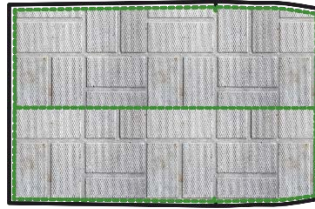

Рис. 1
10. Припуски шва разутюживают или заутюживают в зависимости от толщины материала (см. рис. 1 Вариант 1 или вариант 2).
11. Приметайте, а затем притачайте тесьму «молния» к рукавам, полочке, по плечевому срезу и воротнику с левой части платья и по среднему срезу рукава и боковому срезу воротника правой части платья (см. рис.1).